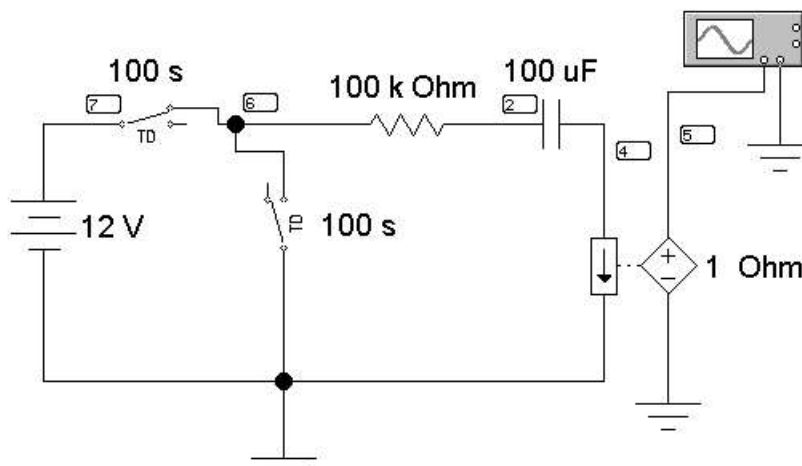

Рис. 11.2.
Для исследования процессов заряда и разряда конденсатора используется электрическая цепь, схема которой показана на рис. 11.2. Питание цепи осуществляется от источника постоянного напряжения, величина которого U , а также значения R и C выбираются в соответствии с вариантом из табл. 11.1. Время срабатывания ключей должно быть больше длительности переходного процесса ($5\tau = 5 \cdot RC$).
8. Как рассчитать сопротивление R в цепи рис. 11.2 по результатам измерений в начальный момент времени напряжения при разряде и тока при заряде конденсатора?
1. Собрать цепь по схеме рис. 11.2.